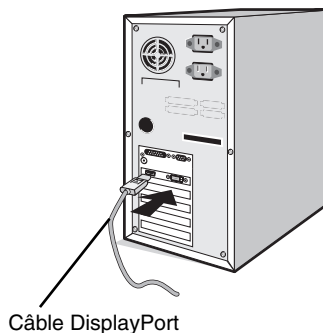

Figure A.1
2. **Pour un PC avec une sortie DisplayPort :** Branchez le câble DisplayPort au connecteur de la carte graphique de votre système (Figure A.1).